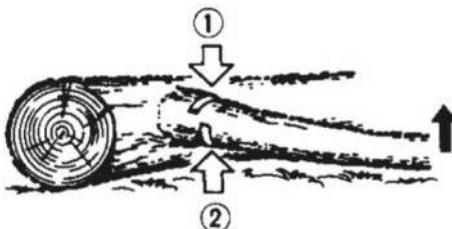

Рис. 15.3
**Обрезка сучьев (рис. 15.3).**